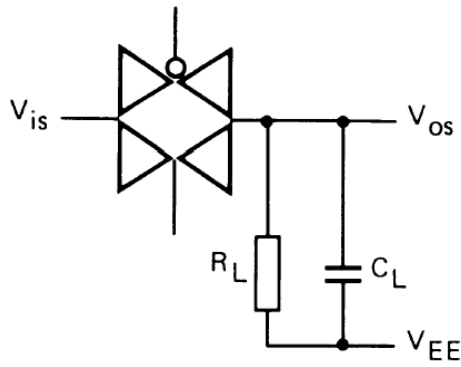

图 4
- $R_L=10K\Omega$ ;  $C_L=15pF$ ; 通道开通;  $V_{is}=V_{DD (P-P)}/2$  (正弦波, 在  $V_{DD}/2$  处对称),  $f_{is}=1KHz$ ; 如图 4 所示
- $R_L=1K\Omega$ ;  $C_L=5pF$ ; 通道关断;  $V_{is}=V_{DD (P-P)}/2$  (正弦波, 在  $V_{DD}/2$  处对称);  $20lg(V_{os}/V_{is})=-50dB$ ; 如图 4 所示
- $R_L=1K\Omega$ ;  $C_L=5pF$ ; 通道开;  $V_{is}=V_{DD (P-P)}/2$  (正弦波, 在  $V_{DD}/2$  处对称);  $20lg(V_{os}/V_{is})=-3dB$ ; 如图 4 所示